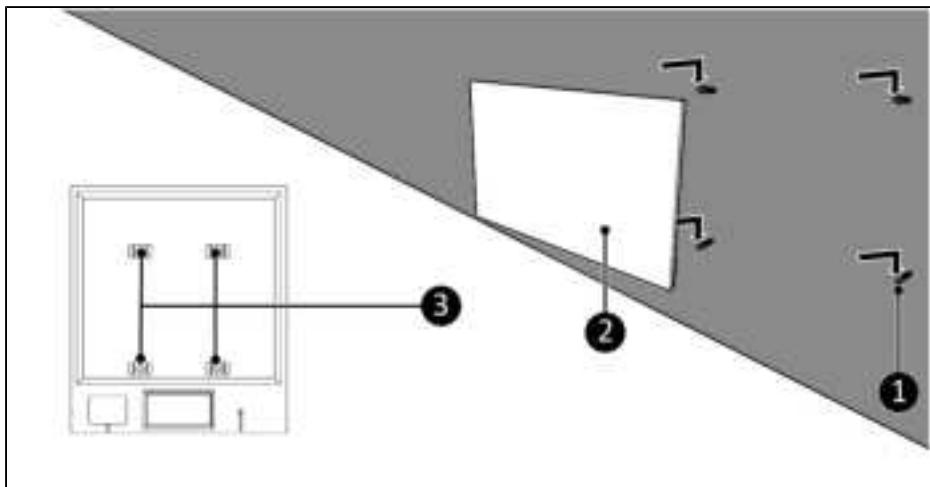

Figure 41.
7. Placez les supports (Figure 41, pos. 3) à l'arrière de l'appareil sur les vis insérées dans le mur (Figure 41, pos. 1).